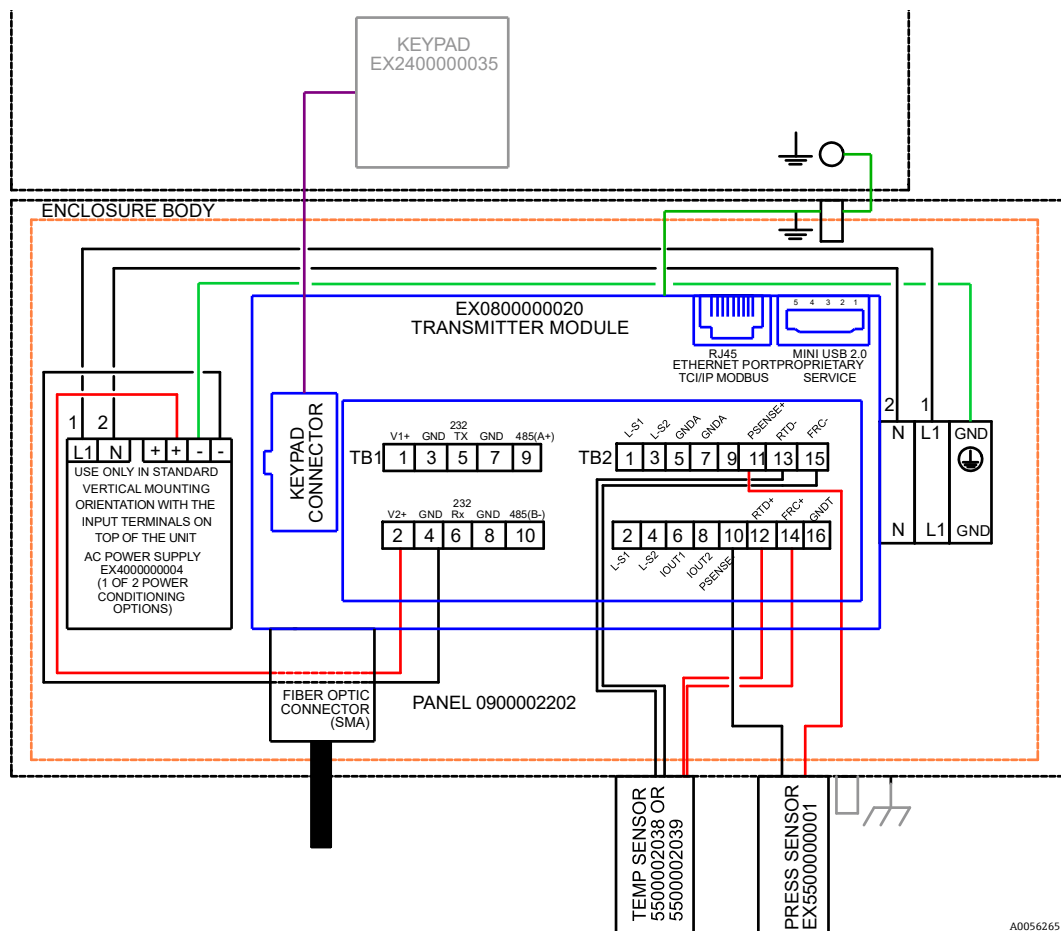

Abbildung 9. TB1/TB2-Anschlüsse
Für die Stromschleifen und Alarmanschlüsse sind kundenseitige Kabel zu verwenden. Siehe Abbildung 9.
- IOUT1 und IOUT2 (4-20 mA) an die Klemmen 6 und 8 anschließen, (siehe Abbildung 9 und Tabelle 1. Anschlussklemmenblock TB2).